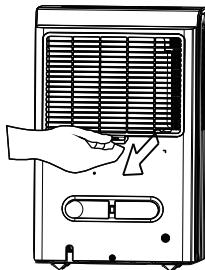

Fig. 5
- Para retirar el filtro, tire de él hacia fuera (véase la Fig. 5).